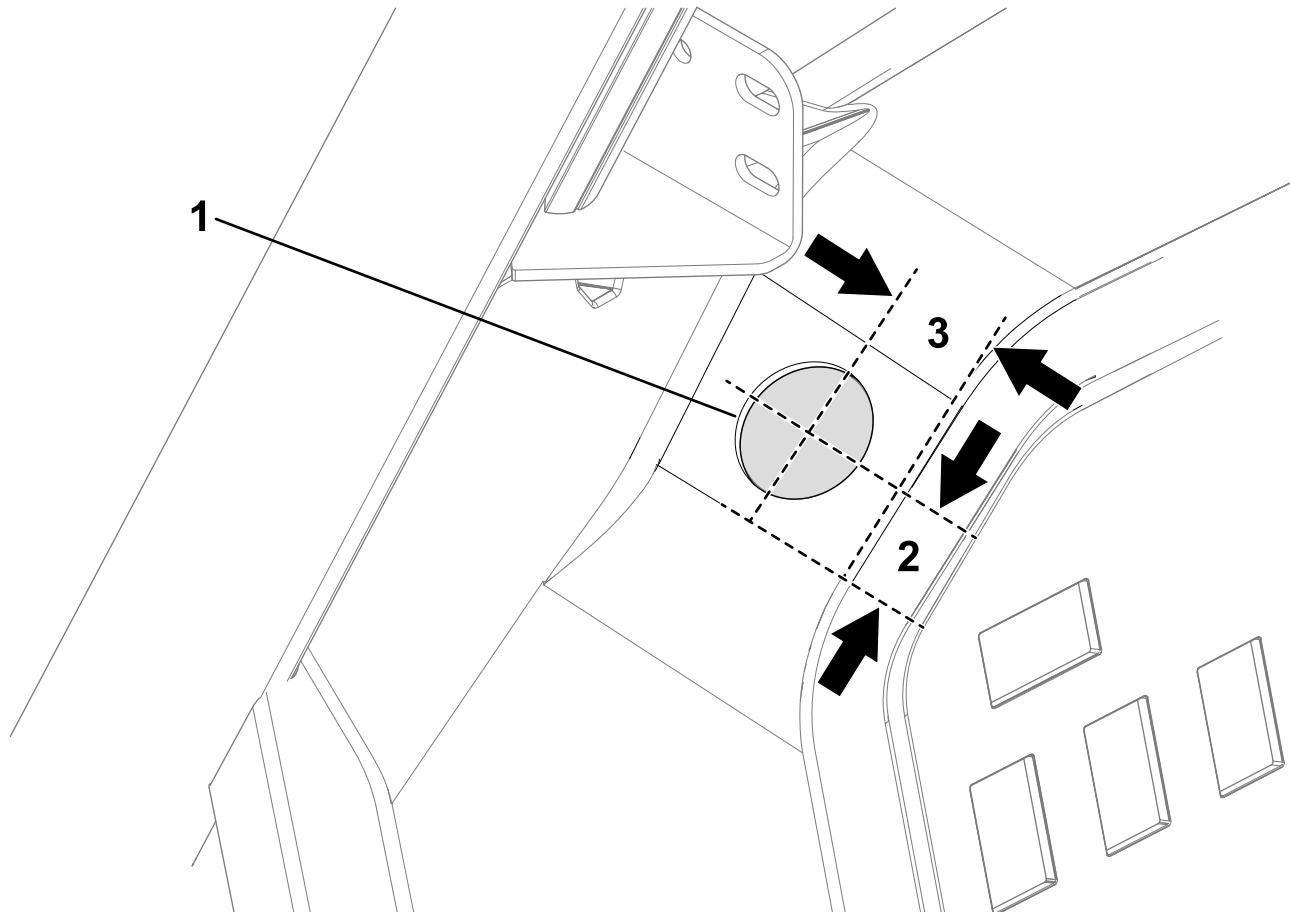

Figura 11
1. Utilizzando le misure illustrate nella Figura 11, praticate un foro dal diametro di 38 mm nel cruscotto.